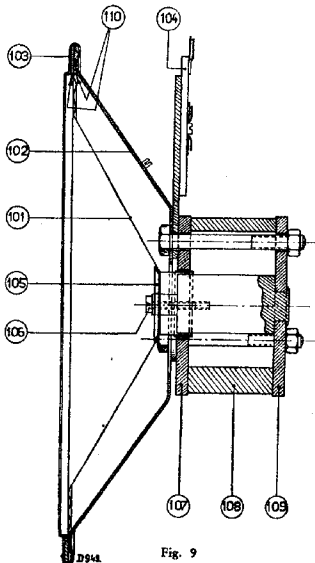

Fig. 9
2. Voor- of achterplaat (pos 107 en 109 fig. 9) mogen in geen geval van de magneet getrokken worden, hierdoor zou deze verzwakken.
Wordt gedaan met behulp van 4 voelertjes van 0.2 mm dikte (code No. 09.990.840), die door de perforaties van het centreerplaatje (pos. 105, fig. 9) in de luchtspleet tusschen spoeltje en plaat worden geplaatst.